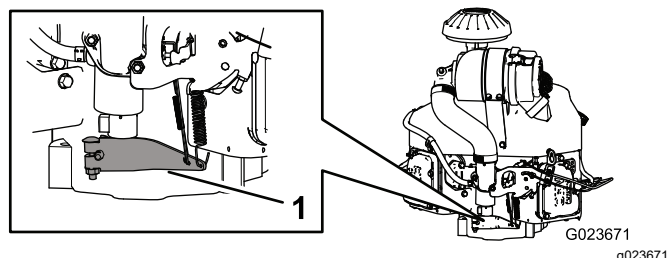

Рисунок 65
3. Нажмите подпружиненный конец рычага регулятора оборотов вниз (Рисунок 65).